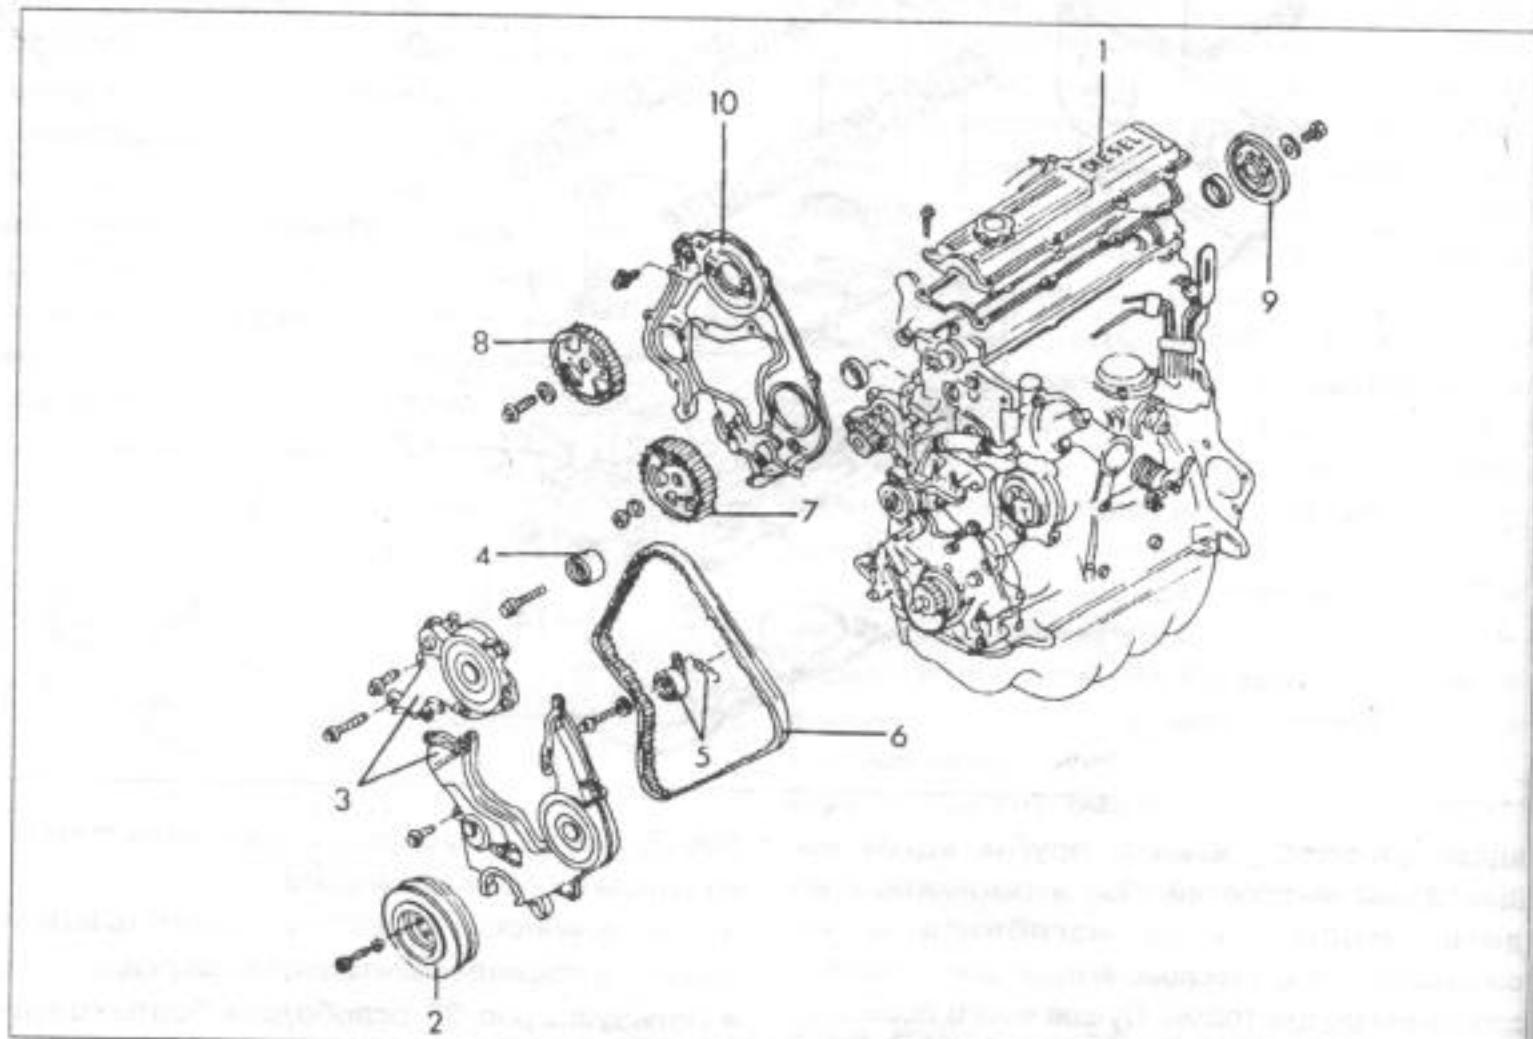

Рис. 35.
- Шкив ременной передачи коленчатого вала (2) отвинтить от коленчатого вала. Для этого нужно вставить прочную отвертку между зубьями зубчатого венца стартера, чтобы блокировать двигатель против проворачивания. Шкив ременной передачи с помощью двух противоположно направленных лопаток для монтажа шин отжать от коленчатого вала.
- Снять левую и правую крышки (3) приводного ремня.
- Отпустить болт посередине устройства для натяжения ремня (5), снять пружины, как можно дальше вдавить устройство внутрь и болт в этом месте опять затянуть.
- Повернуть коленчатый вал, пока приводное колесо не станет в положение, показанное на рис. 35.
- Если необходимо, отвинтить приводной ролик (4) для зубчатого ремня.